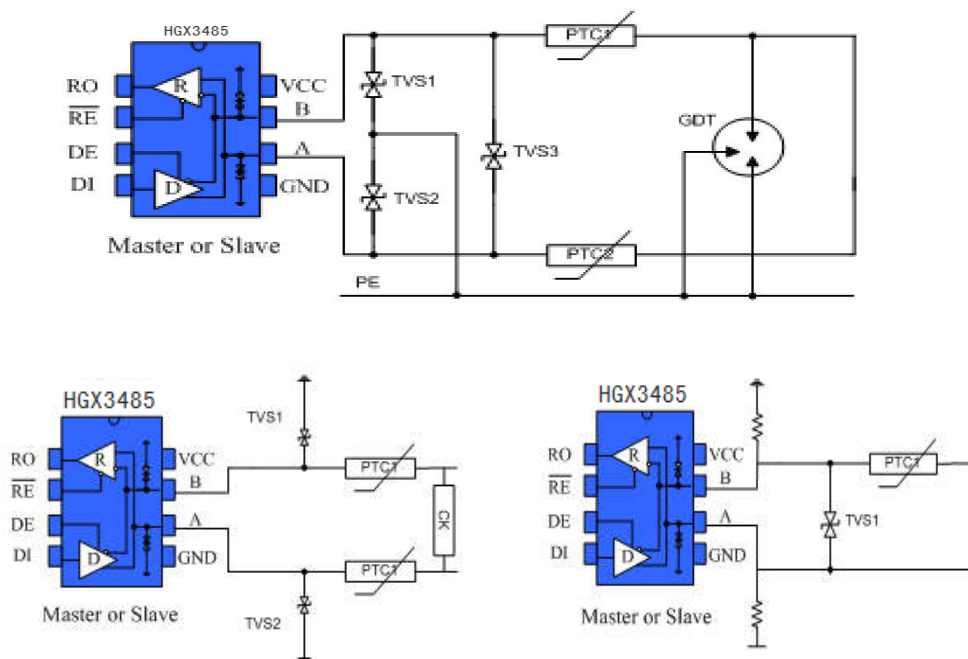

图 11 端口防护方案
4.3 总线端口防护：在恶劣的环境下，RS485 通讯端口通常都做好静电防护、雷击浪涌防护等额外的防护，甚至还需要做好防止 380V 市电接入的方案，以避免智能仪表、工控主机的损坏。图 11 为常见的 3 种 RS485 总线端口防护方案。第一种为 AB 端口分别并联 TVS 器件到保护地，AB 端口之间并联 TVS 器件、AB 端口分别串联热敏电阻、并接气体放电管到保护地形成三级保护的方案；第二种为 AB 分别并联 TVS 到地、串联热敏电阻，AB 之间并联压敏电阻的三级防护方案；第三种为 AB 分别接上下拉电阻到电源与地，AB 之间接 TVS，A 或 B 某端口接热敏电阻的方案。